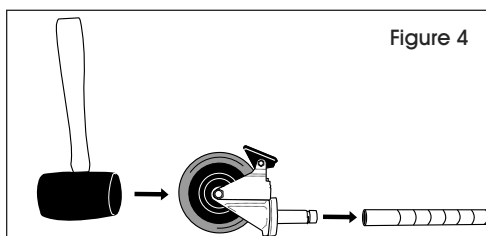

Figure 4
1. Assurez-vous que le montant est placé comme illustré. (Voir Figure 4)
2. Enclenchez le frein des roulettes pour les empêcher de tourner pendant l'installation. Utilisez un maillet en caoutchouc pour insérer la tige des roulettes dans les montants. (Voir Figure 4)